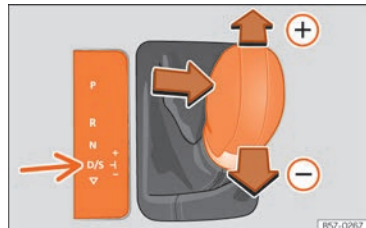

Abb. 248 Mittelkonsole: zu Tiptronic ändern.
- Ziehen Sie den Wählhebel nach vorn  um einen Gang hochzuschalten **»» Abb. 248**.